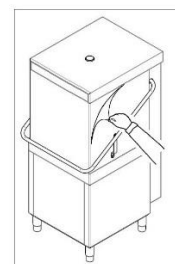

Fig.3
- 3- Retirer le film de protection de l'appareil.(Fig.3)